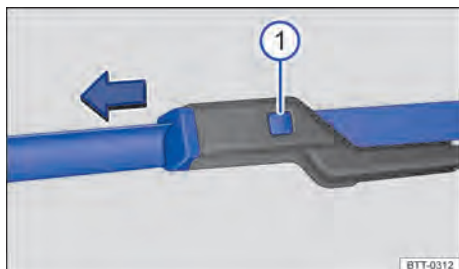

Fig. 182 Substituir as palhetas dos limpadores do para-brisa.
- Manter o botão de destravamento ⇒ **Fig. 182**  pressionado e, ao mesmo tempo, puxar a palheta dos limpadores dos vidros para fora, no sentido da seta.